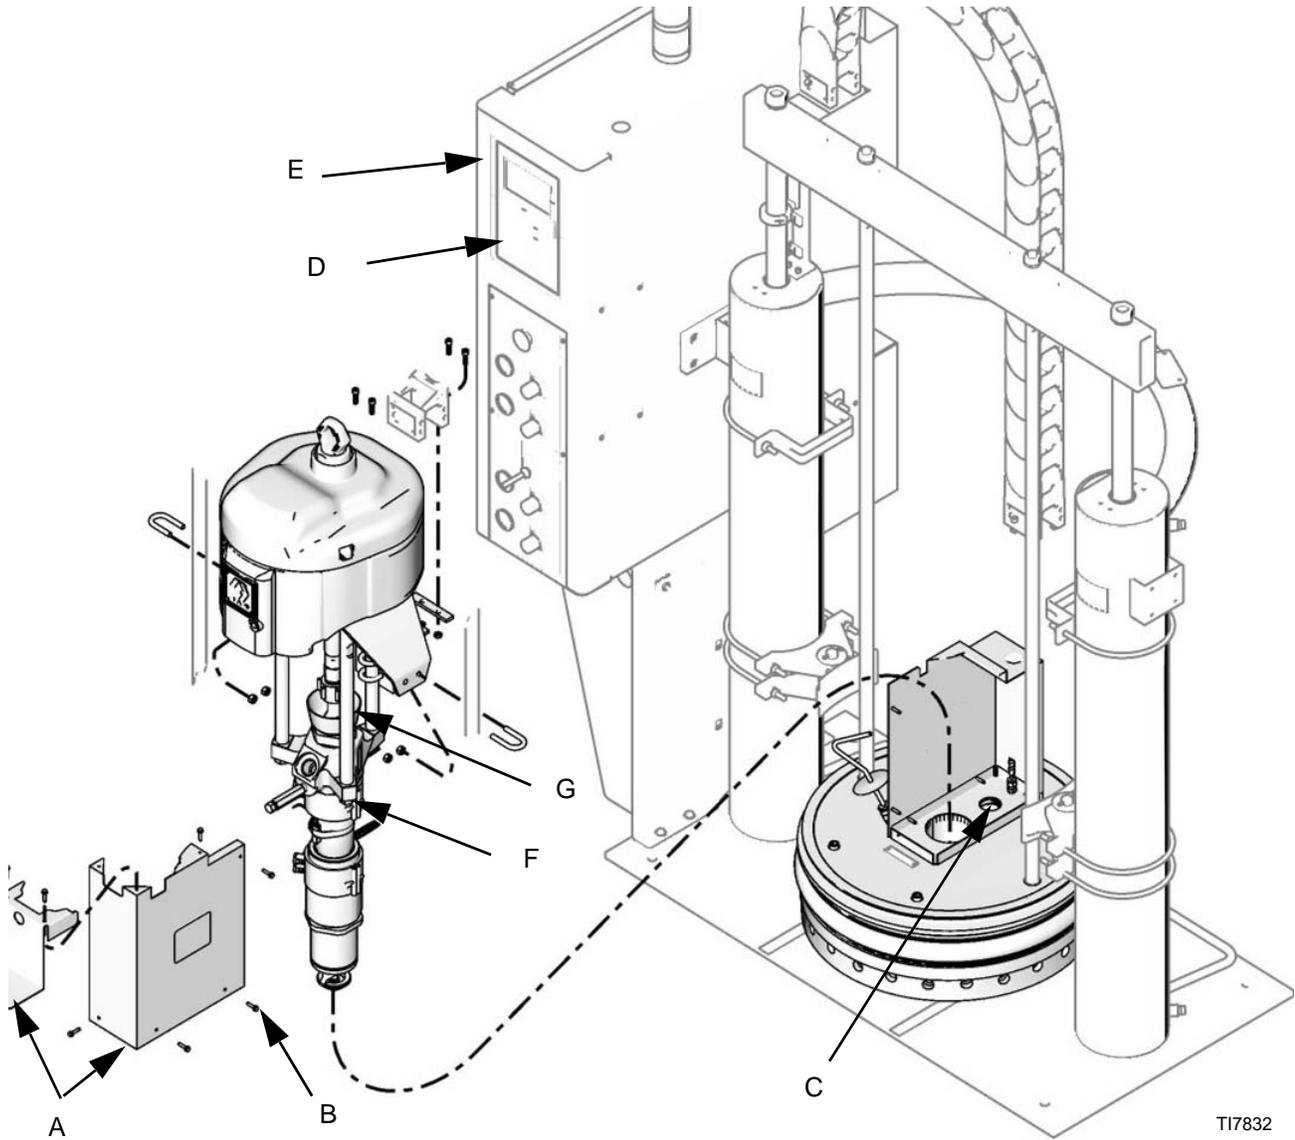

ABB. 24
4. An der elektrischen Schalttafel die Systemheizung (D) ausschalten. Siehe ABB. 24.
6. Den Hauptschalter (E) an der linken Seite des Therm-O-Flow 200 ausschalten.
8. Das Blechgehäuse (A) der Pumpe abnehmen. Siehe ABB. 24.
- a. Die Abdeckungsschrauben (B) entfernen.
- c. Den Sensor (C) der Folgeplatte entfernen.
7. Die Muttern (F) von den Pumpen-/Luftmotor- Abstandsstangen am Pumpenende entfernen. Siehe ABB. 24.
10. Die Muttern (2) von den Folgeplatten-Hebestangen entfernen.
11. Die Kolbenstangenkupplung zur Luftmotorstange (G) vollständig lösen.